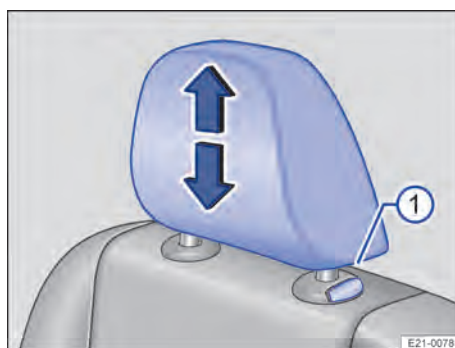
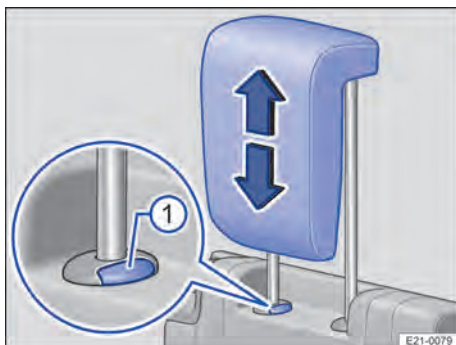

Fig. 82 Deuxième rangée de sièges : dépose de l'appuie-tête
Fig. 83 Troisième rangée de sièges : dépose de l'appuie-tête
- Retirez entièrement l'appuie-tête en appuyant sur la touche → fig. 82 ① ou → fig. 83 ①.